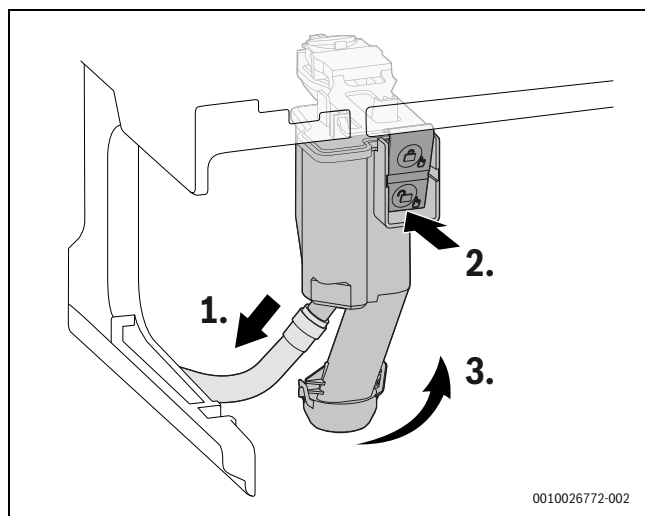

Fig. 158 Smontaggio del sifone per la condensa
- Rimuovere il sifone per la condensa dall'apparecchio (→ fig. 158, pagina 82).